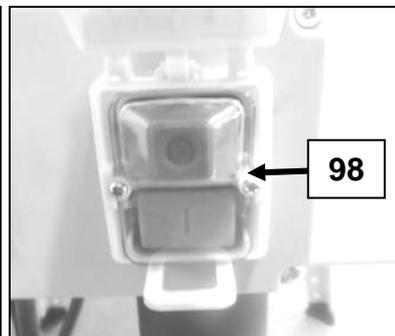

Fig 70
- Mettez en route la machine en appuyant sur le bouton vert de l'interrupteur (98) (Fig 70) et abaissez le couvercle "arrêt coup de poing" sans le fermer. Restez vigilant et soyez prêt à l'actionner en cas de danger ou de problème.
- L'arrêt de la machine se fait en appuyant sur le bouton rouge (Fig 70).